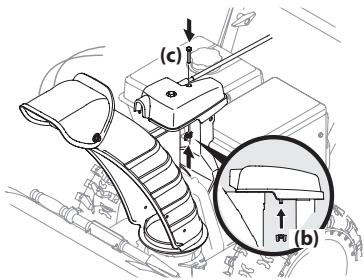

Figura 2-31
4. Termine de sujetar el cabezal de control del canal colocando el tornillo hexagonal (c) y la tuerca de mariposa (b) que extrajo en el Paso 1. Consulte Figura 2-31.